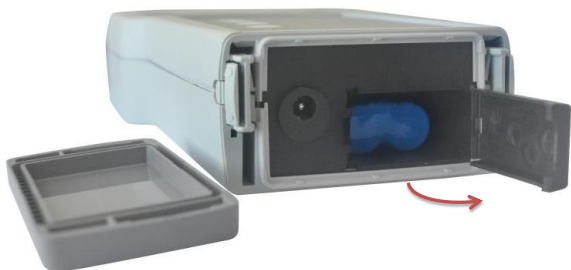

Figura 6 – Carregamento da Bateria
- Abra a tampa traseira e o compartimento da bateria conforme a **Figura 6**, verifique se a bateria está instalada. Instale a bateria se necessário.